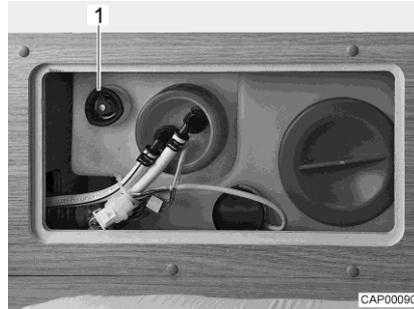

Fig. 98 Serbatoio dell'acqua con maniglia girevole
- Sul serbatoio dell'acqua, ruotare la maniglia girevole (Fig. 98,1) in senso orario fino all'arresto.
- Sul serbatoio dell'acqua, ruotare la maniglia girevole (Fig. 98,1) in senso antiorario fino all'arresto. L'acqua fuoriesce fino a ca. 20 litri.